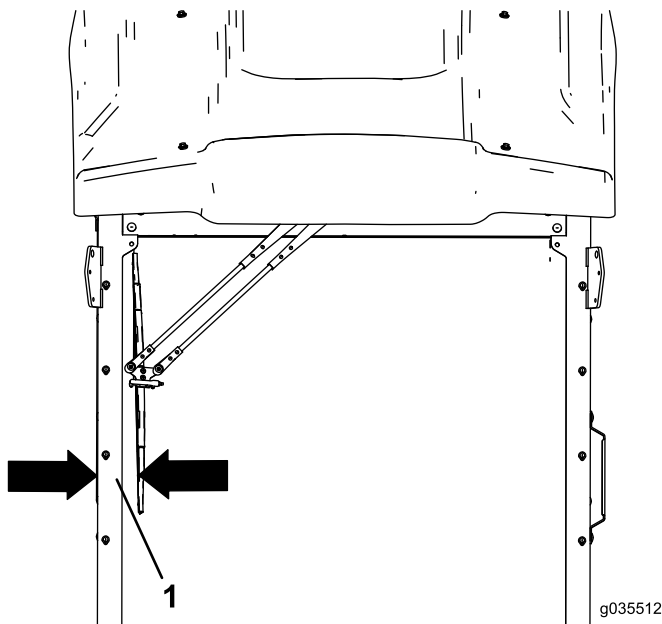

Figura 4
2. Montate il braccio del tergicristallo sul motore distanziando la lama del tergicristallo di 76 mm dal lato del taglio del parabrezza (Figura 4).